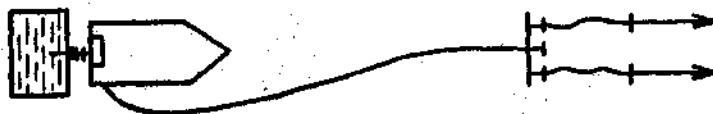

Рисунок 10
24. Визначити напір на насосі, якщо від нього прокладена магістральна лінія діаметром d , мм довжиною l , м. Від розгалудження подані два стволи Б по двох робочих лініях діаметром d , мм, довжиною l , м кожна, у вікно 3-го поверху. Рукава прогумовані. (Рис. 10).